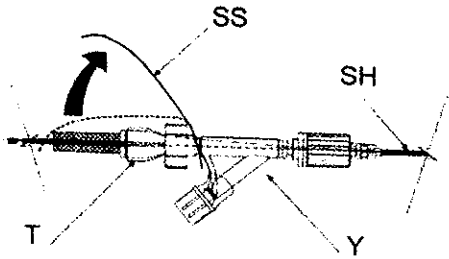

Fig. 17
- Corte o retire el sello de seguridad (SS) (Fig. 17).